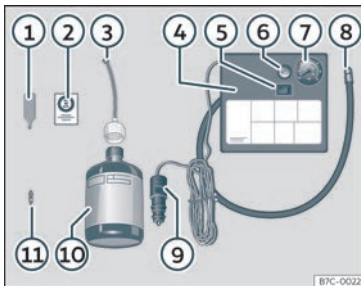

Abb. 34 Prinzipdarstellung: Bestandteile des Pannensets.
Das Pannenset befindet sich im Gepäckraum unter dem Bodenbelag. Es besteht aus folgenden Bestandteilen»» **Abb. 34** :
- Ventilkappe und Ventileinsatz vom Reifenventil abschrauben. Verwenden Sie den Ventileinsatzdreher»» **Abb. 34** ① zum Heraus-schrauben des Ventileinsatzes. Legen Sie den Ventileinsatz auf einem sauberen Untergrund ab.
- Reifendichtmittelflasche kräftig schütteln »» **Abb. 34** ⑩.
- Schrauben Sie den Einfüllschlauch »» **Abb. 34** ③ auf die Dichtmittelflasche. Die Folie am Verschluss wird automatisch durchstoßen.
- Verschlussstopfen vom Einfüllschlauch »» **Abb. 34** ③ entfernen und das offene Ende ganz auf das Reifenventil stecken.
- Ventileinsatz mit dem Ventileinsatzdreher »» **Abb. 34** ① wieder in das Reifenventil schrauben.
- Reifenfüllschlauch»» **Abb. 34** ⑧ des Luftkompressors fest auf das Reifenventil schrauben.
- Prüfen, ob die Luftblassschraube »» **Abb. 34 ⑥** zuge dreht ist.
- Stecker »» **Abb. 34 ⑨** in die 12 Volt-Steckdose des Fahrzeugs stecken »» Seite 159.
- Luftkompressor mit dem EIN- und AUS-Schalter »» **Abb. 34 ⑤** einschalten.
- Kleben Sie den Aufkleber »» **Abb. 34 ②** im Sichtfeld des Fahrers auf das Kombi-Instrument.
Den Reifenfüllschlauch »» **Abb. 34 ⑤** wieder anschließen und den Reifenfülldruck an der Reifenfülldruckanzeige **⑥** ablesen.